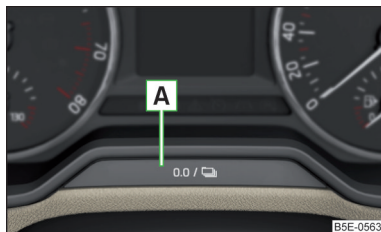

Fig. 29
- Mantenga pulsada la tecla **A** » fig. 29 hasta que se muestre en la pantalla el punto de menú **Servicio**.